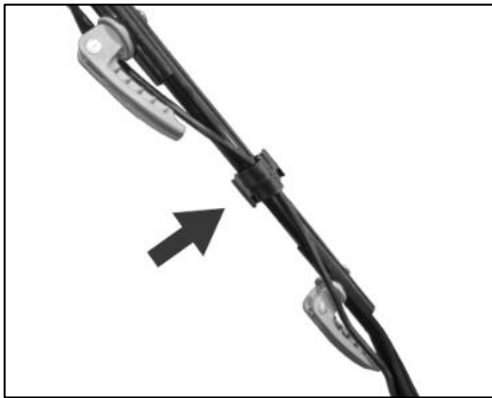

Fig.9
Usare la clip passacavo (4) per fissare il cavo al tubo come mostrato nella Fig. 9.